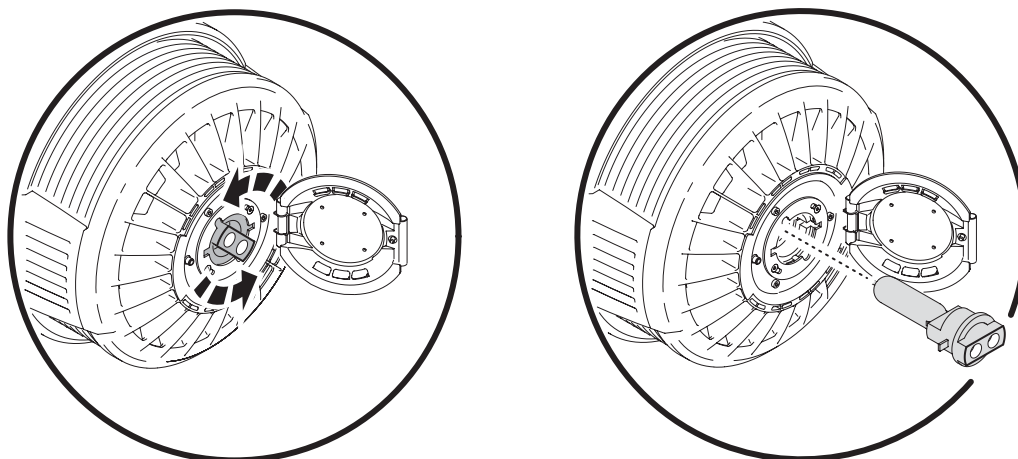

Figura 2: Cambio de lámpara
4. Coger la base cerámica de la lámpara, girarla 45º en sentido antihorario y extraer de forma conducida la lámpara del aparato tal y como se muestra en la Figura 2.